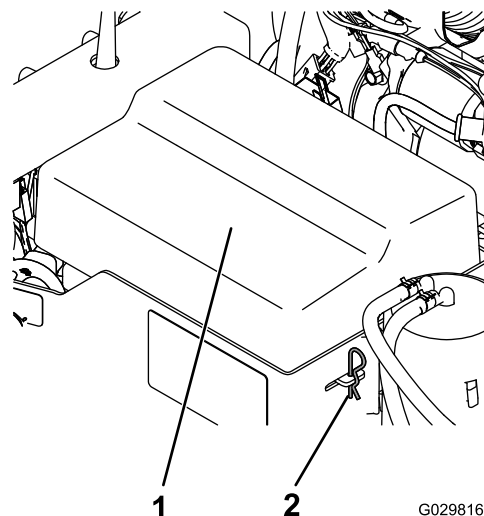

Рисунок 3
1. Снимите скобы крепления крышки аккумулятора к коробке аккумулятора (**Рисунок 3**).